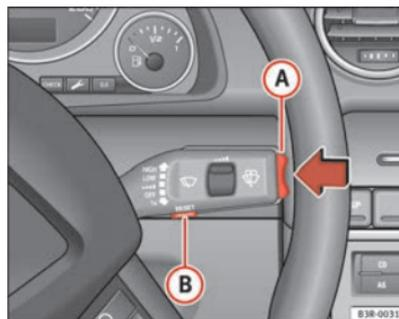

Fig. 58 Manípulo do limpa pára-brisas: Interruptor-selector de funções
- Pressione o comutador-selector de funções no manípulo do limpa pára-brisas **A** ⇒ página 86, fig. 58, na parte superior ou inferior, para modificar o valor programado. Os aumentos ou diminuições da velocidade poderão memorizar-se em intervalos de 10 km/h.
- Pressione a tecla Reset colocada no manípulo do limpa pára-brisas **B** ⇒ página 86, fig. 58 até que apareça riscado o símbolo de aviso do limite do aviso 2.